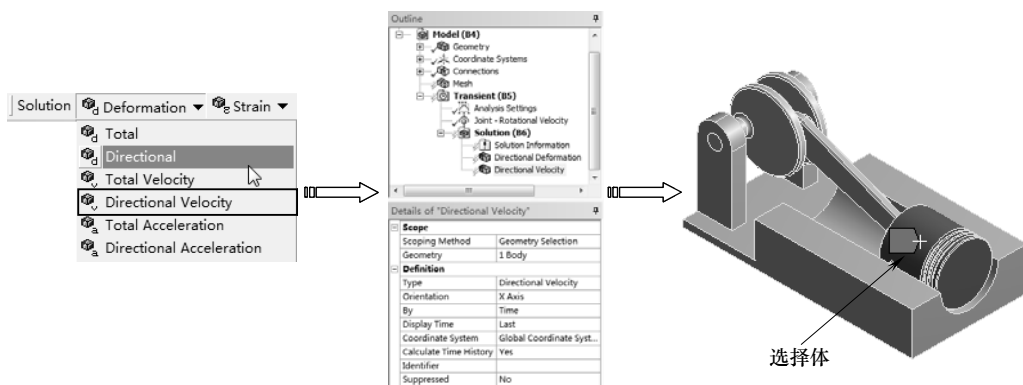

图 10-53 添加速度求解项
3) 求解速度。单击【Solution】工具栏上的【Deformation】|【Directional Velocity】命令，此时在分析树中插入【Directional Velocity】项，在图形区选择如图 10-53 所示的实体，在详细设置窗口中设置【Orientation】为 X Axis，如图 10-53 所示。